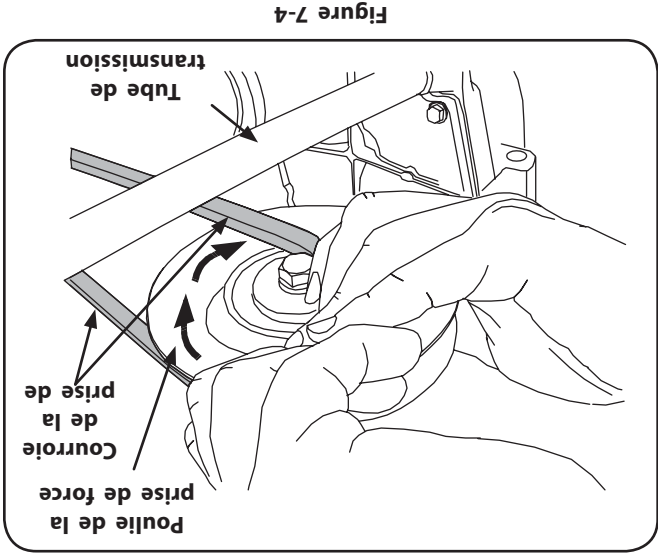

Figure 7-4
1. Tirez le côté droit de la courroie vers l'arrière et placez le côté en V de la courroie dans la gorge avant droite de la poulie de la prise de force. Voir la Figure 7-4.
9. Tirez le côté droit de la courroie vers l'arrière et placez le côté en V de la courroie dans la gorge avant droite de la poulie de la prise de force. Voir la Figure 7-4.
4. Tenez la courroie et continuez à tourner la poulie de la prise de force jusqu'à ce que la courroie soit complètement dégaie de la poulie. Voir la Figure 7-4.